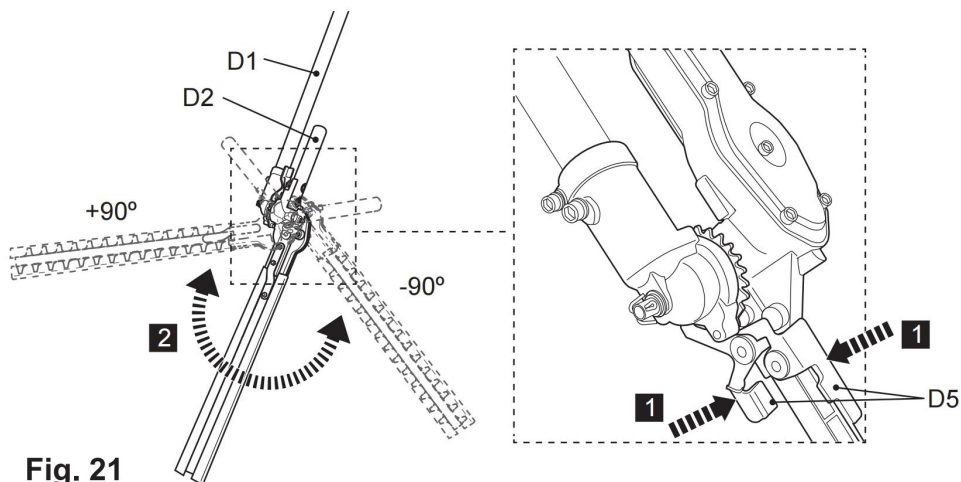

Fig. 21
5) Druk op de ontgrendelingshendels (D5) om het vertandingssysteem (D6) uit te schakelen en stel de meskop in de gewenste positie in (Fig. 21).